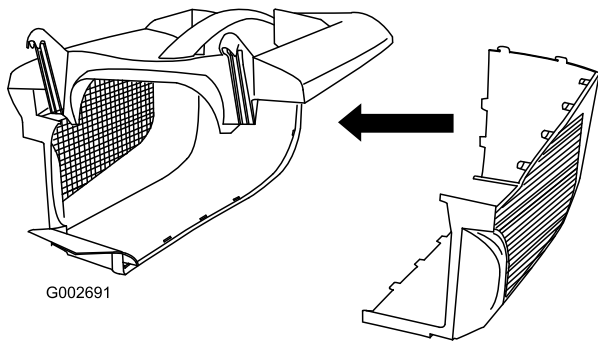

**Figura 7**
1. Acople el lateral, introduciendo las pestañas en las ranuras de la parte superior (Figura 7).